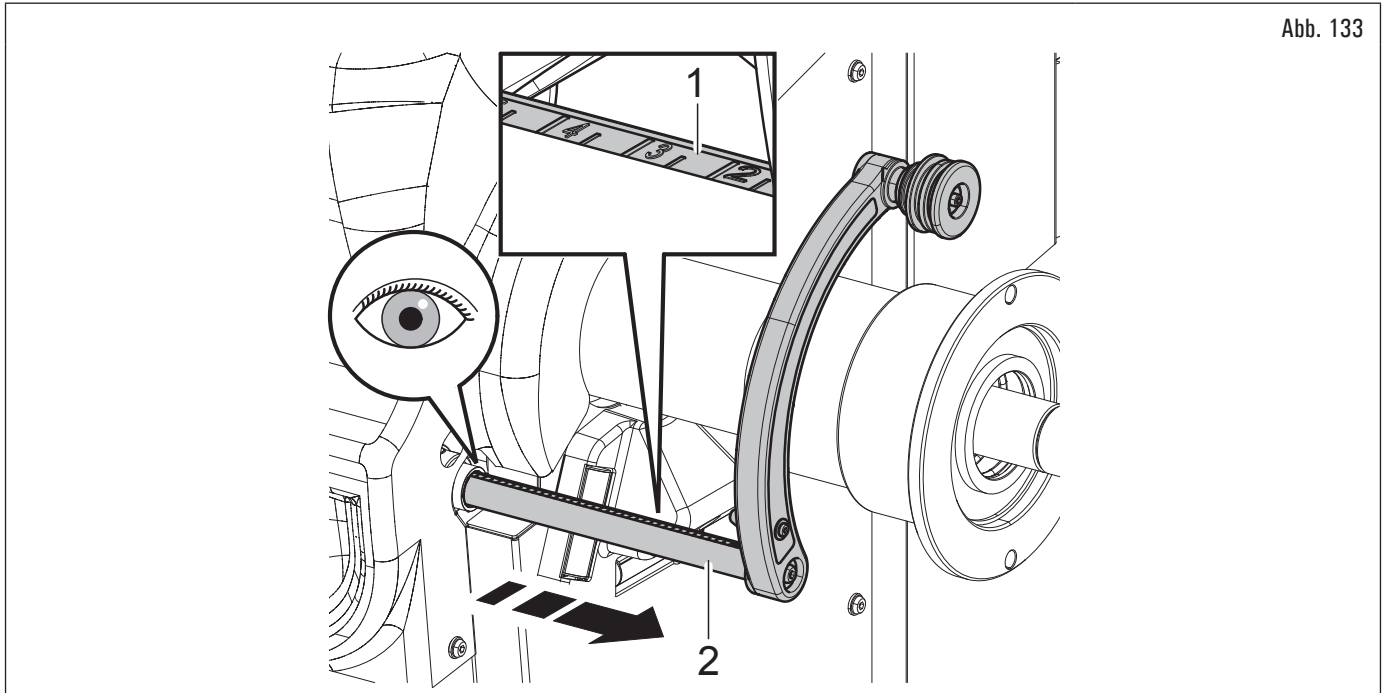

Abb. 133
2. lesen Sie den Wert auf der Mess-Skala (Abb. 133 Pkt. 1) ab, die am Arm des Abstand-Durchmesser Tasters (Abb. 133 Pkt. 2) befestigt ist;